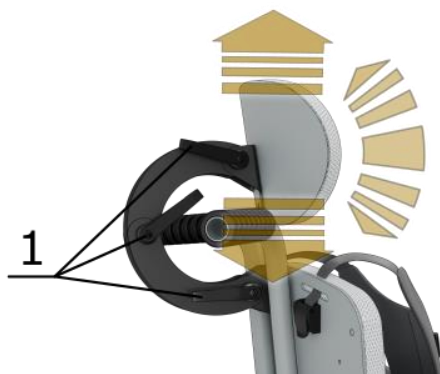

Рисунок 23. Регулировка положения подголовника.
Подголовник имеет возможность перемещения в вертикальном и продольном направлениях. Для регулировки положения подголовника вращением рукояток (1) против часовой стрелки ослабьте фиксацию шарниров крепления подголовника, одновременно удерживая подголовник свободной рукой. Установите подголовник в нужное положение и удерживая его свободной рукой плотно затяните шарниры крепления вращением рукояток (1) по часовой стрелке. (рис.23)